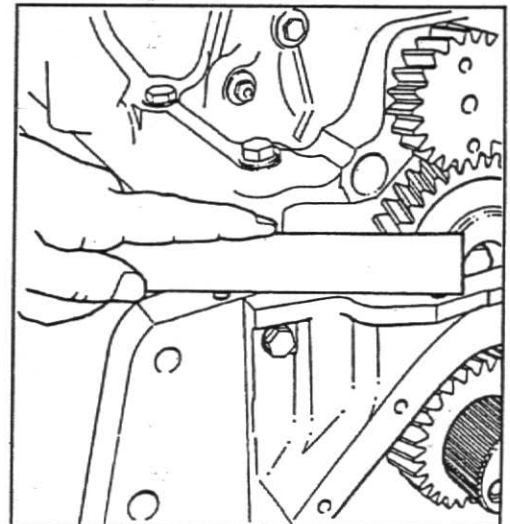

Fig. 12
5. Alinhe a face inferior do bloco com a carcaça e aperte todos os parafusos da carcaça com torque de 15-20 Nm (1,5-2,0 kgfm) (11-15 lbf.ft), fig.12.